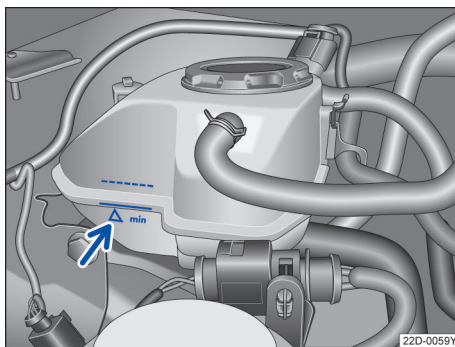

图 156 冷却液补偿容器上的液位标记
- 发动机处于冷态时检查冷却液液位是否在膨胀罐侧面的标记范围内。→ 图 156